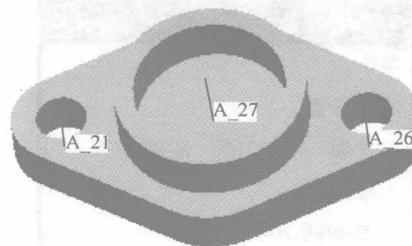

图 1-13 生成孔特征
(7) 在拉伸特征操控面板中，按下 按钮，将拉伸方式改为 ，其他接受默认设置，如图 1-12 所示，单击 按钮生成孔特征，得到如图 1-13 所示的拉伸实体。